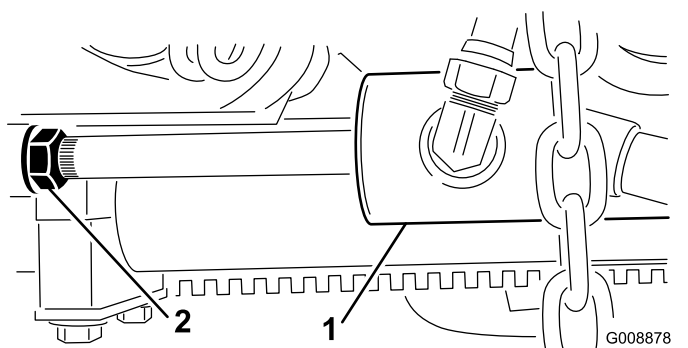

Рисунок 27
- B. Ослабьте затяжку контргайки на цилиндре (**Рисунок 27**).